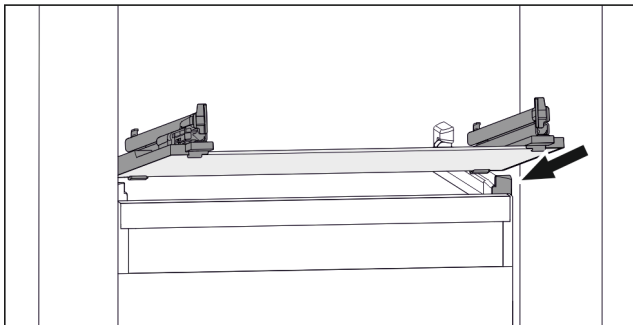

Fig. 48 Beispielhafte Darstellung der Glasplatte
- ▶ Glasplatte schräg hinter den Stopperrn aufsetzen. (zie Fig. 48)